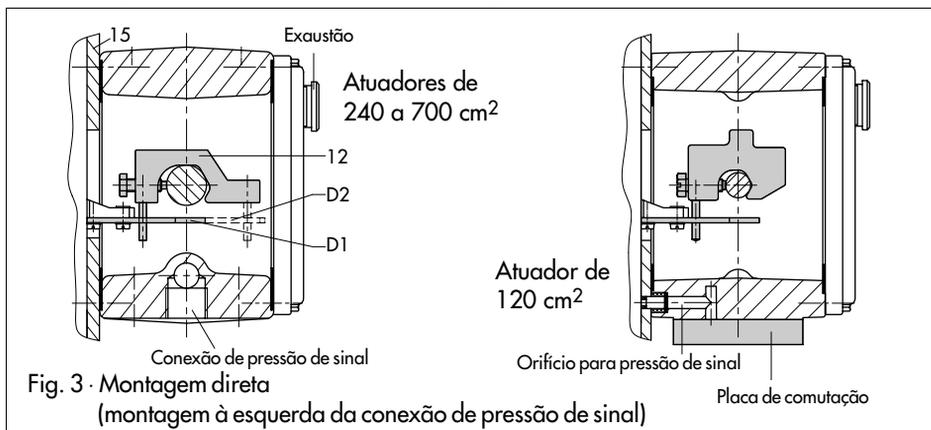

Fig. 3 · Montagem direta
Atenção: O posicionador não possui plug de respiro próprio, o ar exausto é dirigido para fora através de plugs de respiro localizados nos acessórios (veja também Figs. 3, 5 e 6)
A partir da vista de topo sobre a conexão de pressão de sinal ou a placa de comutação (Fig. 3), a montagem deverá ser realizada ao lado esquerdo do atuador. Nisto, a **seta**
Para a montagem (Fig. 3 e 4), inicialmente a garra (12) deve ser parafusada à haste do diafragma, sendo que o parafuso de fixação tem de se alojar na fenda da haste do atuador. Parafusar a alavanca correspondente D1 ou D2 à alavanca de transmissão do posicionador. Fixar a placa intermediária (15) com a vedação apontando para a estrutura do atuador.
Para os atuadores de 120 cm², a pressão de sinal é levada à câmara de diafragma não através do bloco de conexão, mas através da placa de comutação (Fig. 3, à direita).